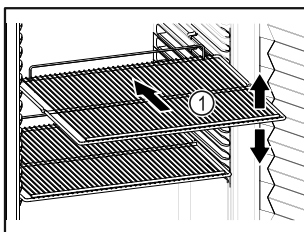

Fig. 47 Beispielhafte Darstellung
- Wenn Abstellroste Fig. 47 (1) versetzbar sind, je nach Höhe anpassen.